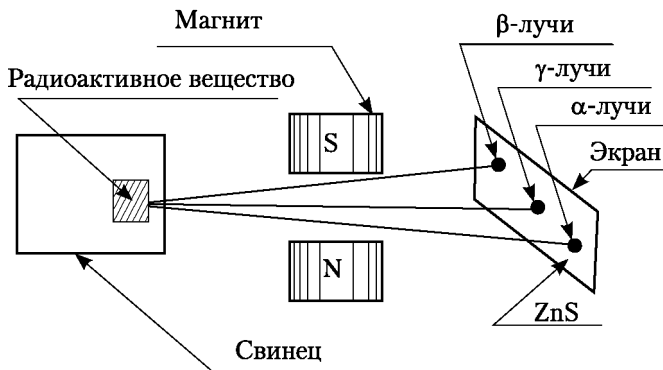

Рис. 13.1. Обнаруживание α-, β- и γ-излучений радиоактивных веществ на флуоресцирующем экране с сульфидом цинка
*Все актиниды радиоактивны.* Радиоактивность была открыта случайно в 1896 г. А. Беккерелем, положившим на фотопластинки, завернутые в непроницаемую для света бумагу, минерал, содержащий уран. На следующий день при проверке фотопластинок он обнаружил, что они почернели (были «засвечены») лишь из-за того, что находились рядом с этим минералом. Так была открыта радиоактивность. Вскоре было установлено, что радиоактивное излучение состоит из излучений трех типов, которые можно различить по поведению в магнитном и электрическом полях (рис. 13.1). Положительно заряженные лучи (ядра атома гелия  ${}^4_2\text{He}$ ) получили название альфа-лучей (проникают в воздухе не больше, чем на 3 см); отрицательно или положительно заряженные частицы (электроны и позитроны) — название бета-лучей ( $\beta^-$  и  $\beta^+$ -лучи). Нечувствительные к воздействию электрического и магнитного полей и более «жесткие», т.е. коротковолновые лучи, были названы гамма-лучами.